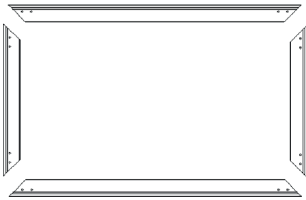

Abb.3
1. Legen sie die 4 Aluminiumstreben auf weichem Untergrund (2x Horizontal & 2x Vertikal) je parallel zueinander im Rechteck aus (Abb.3). Schieben Sie zwei Eckverbinder in jedes Ende einer horizontale Strebe und stecken die beiden vertikalen Streben darauf (Abb.4,5 und 6).